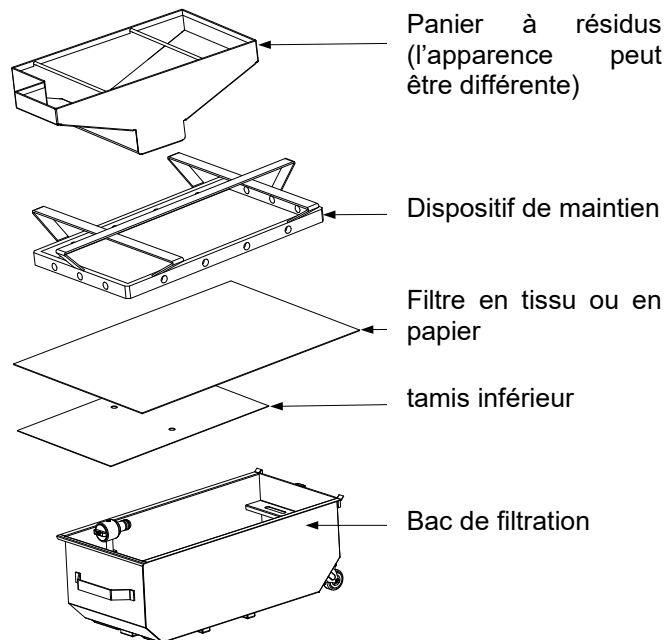

Figure 11
1. Tirer légèrement le bac de filtration hors de l'armoire et attendre que l'huile cesse de s'égoutter avant de le retirer complètement (voir ci-dessous), puis retirer le panier à résidus, le dispositif de maintien, le filtre en papier ou en tissu et le tamis inférieur (voir Figure 11). Nettoyer tous les éléments avec une solution de nettoyant superconcentré multi-usages ou de détergent et d'eau chaude, puis sécher soigneusement.
3. Remonter ensuite dans l'ordre inverse ; placer le tamis inférieur au fond du bac, poser un filtre en papier sur le tamis inférieur, le papier bien replié autour du dispositif de maintien (voir Figure 11).. Le filtre en tissu doit être placé côté **texturé** vers le haut, posé sur le tamis inférieur, et inséré dans les rainures du bac de filtration.